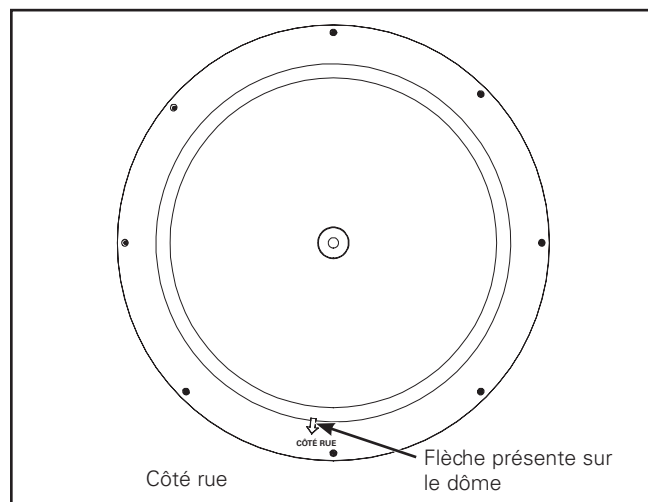

Figure 3.
5. Pour les luminaires à optiques asymétriques, tournez le luminaire conformément à la flèche présente sur le dôme orienté côté rue. (Figure 3.)